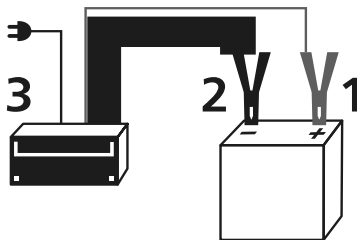

Fig. 2 – Secuencia para conectar el cargador en la batería
3 - Conecte la garra roja del cargador en el polo positivo de la batería (posición 1 de la fig. 2).
4 - Conecte la garra negra del cargador en el polo negativo de la batería (posición 2 de la fig. 2).
5 - Conecte el enchufe en la toma de corriente (posición 3 de la fig. 2).
- 7 - Desconecte el enchufe de la toma de corriente (posición 3, fig. 2).
- 8 - Desconecte la garra negra del polo negativo de la batería (posición 2, fig. 2).
- 9 - Desconecte la garra roja del polo positivo de la batería (posición 1, fig. 2).